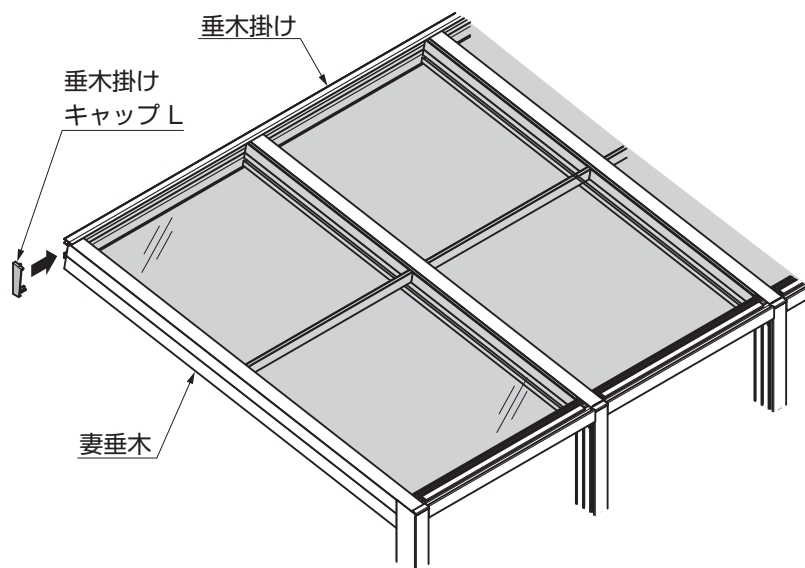

図19-2
② 垂木掛けキャップを、垂木掛けに取付けてください。(図19-2参照)